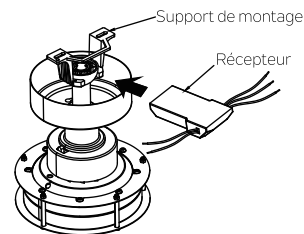

Fig. 12
**Étape 1.** Insérez le récepteur dans le support de montage que vous maintenez à plat avec le support du plafond. (Fig. 12)